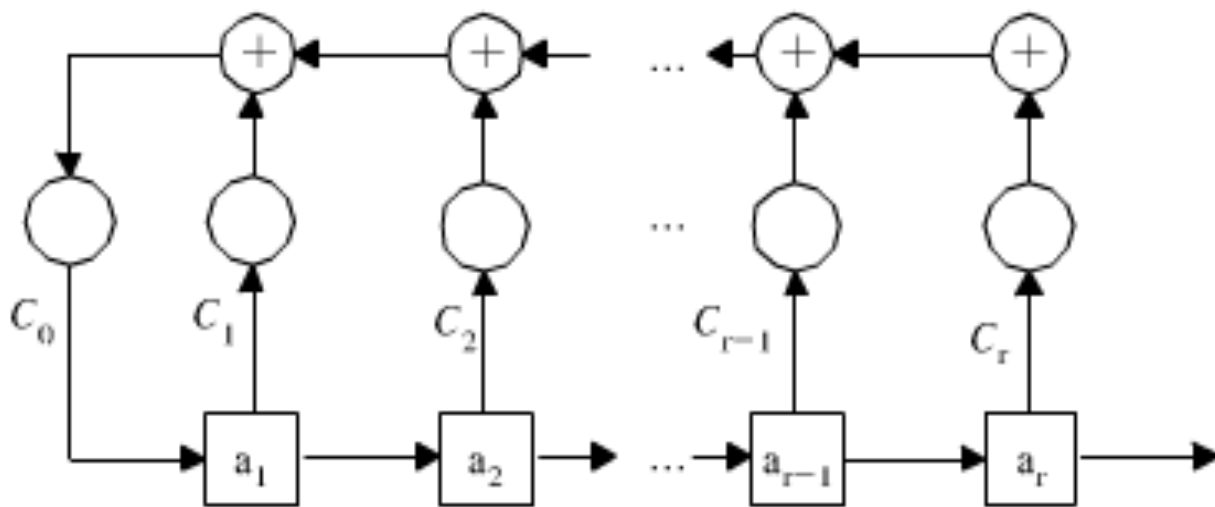

图4.7.4 SSRG电路的结构
- 通常，将类似于图4.7.1所示结构的m序列产生器称为**简单型码序列发生器 (Simple Shift Register Generator, SSRG)**，它的一般结构如图4.7.4所示。